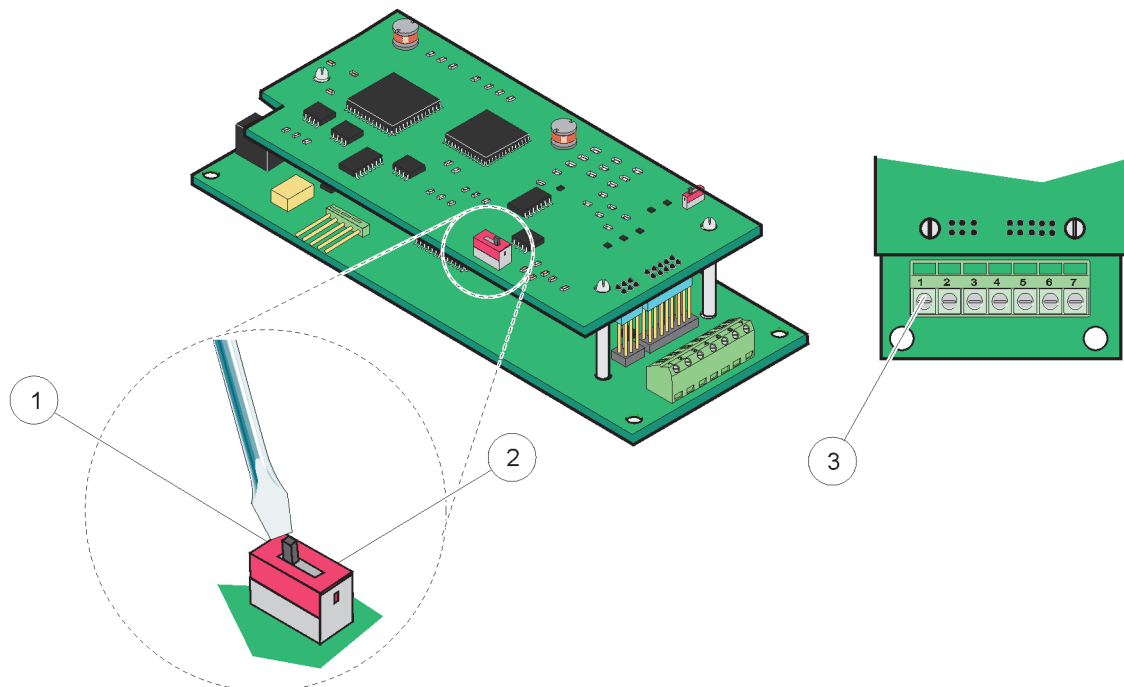
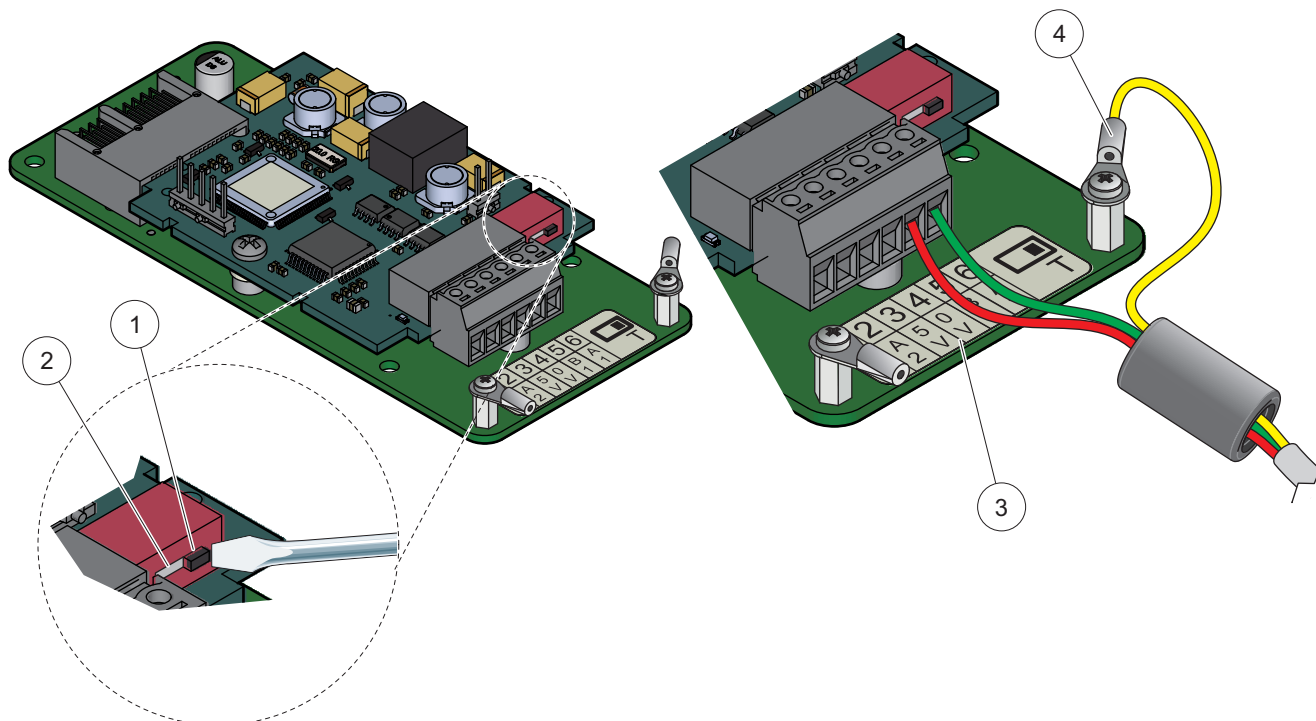

Figura 25 Ligações da placa Profibus DP (YAB020 até Dezembro de 2013)
Figura 26 Ligações da placa Profibus DP (YAB103/YAB105 desde Dezembro de 2013)
4. Forneça alimentação ao cabo pela base do módulo e prepare-o correctamente, introduzindo cada fio no terminal de acordo Figura 25/Figura 26 e Tabela 8/Tabela 9. Certifique-se de que a blindagem está ligada a um espaçador perfurado na placa.